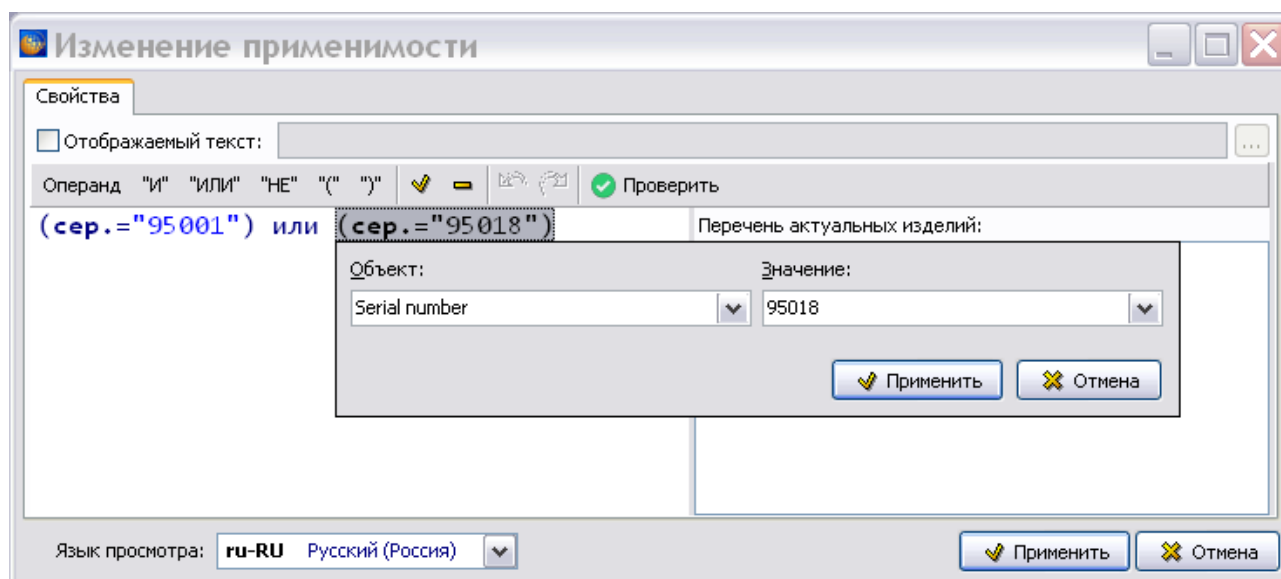

Рис. 21.171
2. Выделите применяемость, которую нужно изменить, и нажмите на кнопку **Изменить (F2)**  или в контекстном меню выберите команду **Изменить**. При этом откроется дополнительное диалоговое окно (Рис. 21.171).